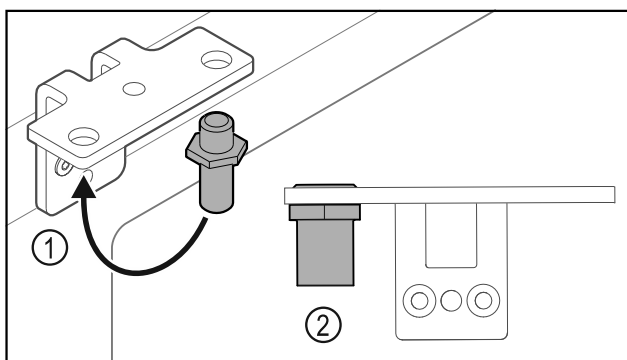

Fig. 17
- ▶ Sett om bolten Fig. 17 (1) i hengselvinkelen.
- ▶ Trekk til bolten Fig. 17 (2) med **et tiltrekkingmoment på 12 Nm**.